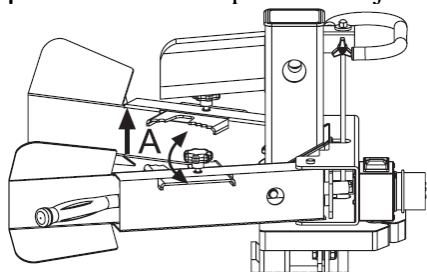

Fig.16: b) Ajuste las mordazas de tronco (A)
b) Ajuste las mordazas de tronco (A) según el diámetro del tronco para obtener el ángulo más cómodo de las palancas de control (Fig.16).